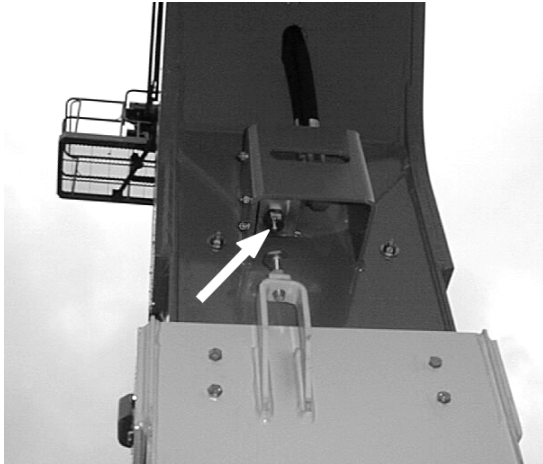

Рис. 2-2. Горизонтальный концевой выключатель нижней стрелы
- d. Полностью поднимите основную секцию нижней стрелы. Выдвиньте внутреннюю секцию нижней стрелы на несколько десятков сантиметров. Убедитесь, что плунжер на горизонтальном концевом выключателе нижней стрелы в конце основной секции нижней стрелы полностью выдвинут. На Рис. 2-2. плунжер показан в полностью выдвинутом положении.